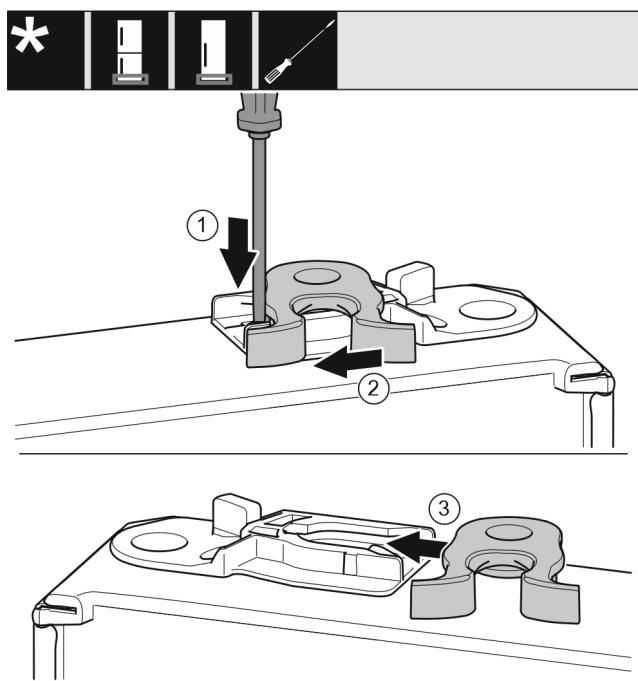

Fig. 23 *
- Πιέστε το αυτάκι Fig. 23 (1) με ίσιο κατσαβίδι προς τα κάτω.*
- Τραβήξτε το άγκιστρο κλεισμάτος Fig. 23 (2) από τον οδηγό.*
- Ωθήστε το άγκιστρο κλεισμάτος Fig. 23 (3) στην άλλη πλευρά στον οδηγό.*